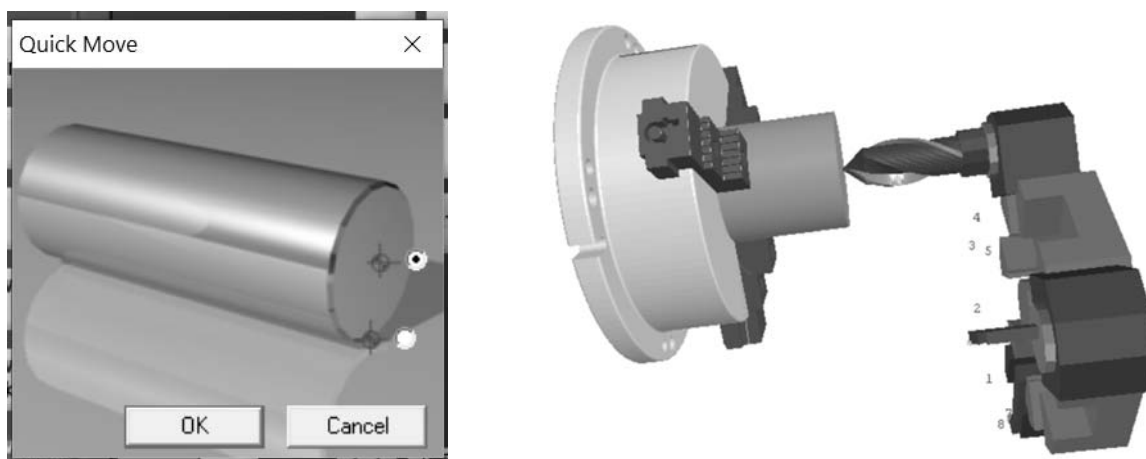

Рисунок 2.18 – Точка привязки сверла
10.5 Привязка сверла и токарного расточного резца выполняется аналогично привязке токарного проходного резца. Для сверла точка привязки находится на оси детали (рисунок 2.18):